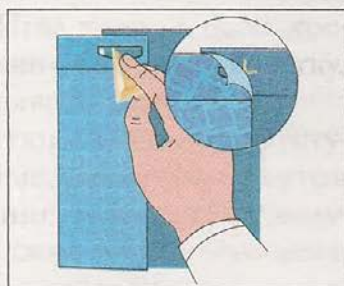

Рис. 63. Определение места пришивания пуговицы
5. Наложить передний конец пояса на задний и наметить мелком через отверстие петли место пришивания пуговицы (рис. 63).